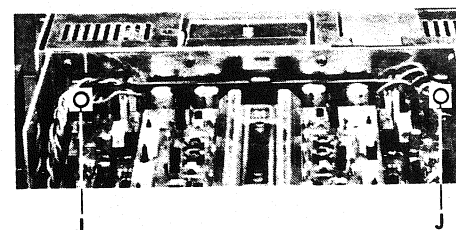

Fig. 2.7
- Die zwei Schrauben {J} am Befestigungswinkel loesen (Fig. 2.7).